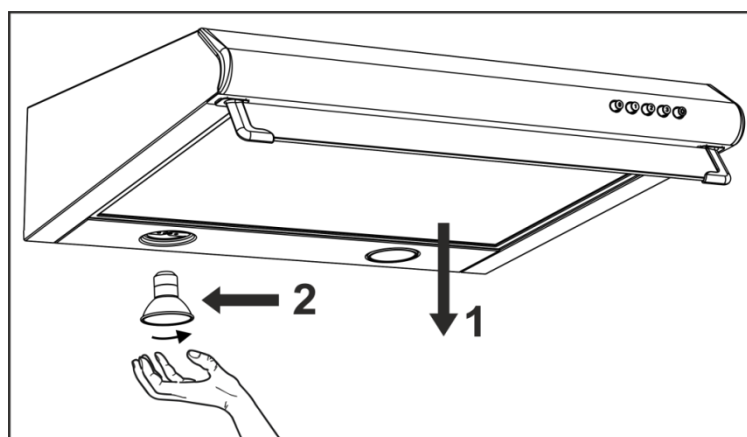

Рис.10
- выкрутить лампочку освещения **2** из патрона против часовой стрелке, придерживая рукой с внутренней стороны (рис. 10);